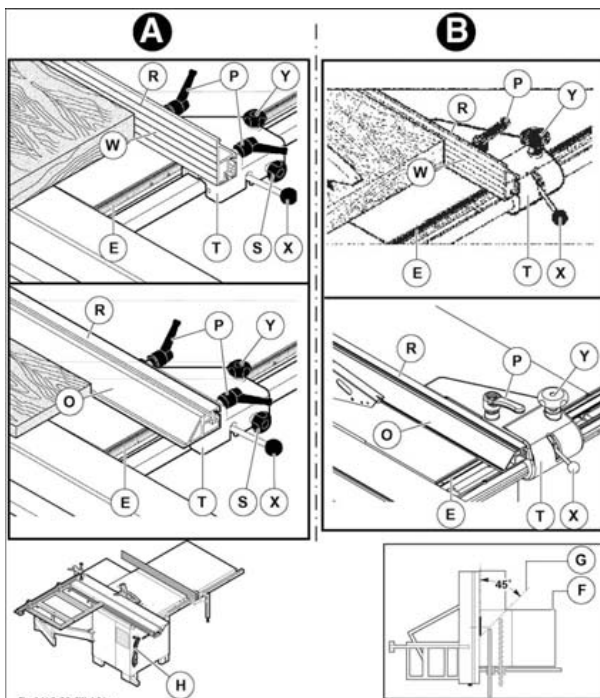

Fig. 7.14-2. SC_3W_1-4.jpg Fig. 7.14-2
La riga (R fig. 7.14-2) può scorrere longitudinalmente dopo aver sbloccato le maniglie (P fig. 7.14-2); al termine di ogni posizionamento serrare le maniglie.
l'estremità anteriore della riga non dovrà mai sporgere dall'estremità del piano sul lato (F fig. 7.14.2), ma deve arrivare ad una linea immaginaria (G fig. 7.14.2) che inizia dal primo dente della lama e scivola avanti di 45°. Questo per evitare che i denti in salita della sega afferrino il pezzo e lo lancino contro l'operatore.
La riga (R fig. 7.14-2) può assumere 2 posizioni dopo aver allentato le maniglie (P fig. 7.14-2).
- 1) Posizione verticale con il lato (W fig. 7.14-2) rivolto verso il pezzo.
- 2) Posizione orizzontale (O fig. 7.14-2) per tagli di pezzi sottili e tagli inclinati.
questa posizione permette di aver spazio per poter fare avanzare il legno usando lo spingilegno (H fig. 7.14-2) in dotazione alla macchina.
- 3) Al termine di ogni posizionamento serrare le maniglie (P fig. 7.14-2).
- Allentare la leva (X fig. 7.14-2) e il pomello (S fig. 7.14-2);
- far scorrere manualmente il gruppo guida (T fig. 7.14-2) facendo riferimento alla riga metrica (E fig. 7.14-2).
- bloccare il pomello (S fig. 7.14-2);
- agire sul pomello (Y fig. 7.14-2) per regolare micrometricamente la guida;
- serrare la leva (X fig. 7.14-2) a registrazione avvenuta.
- Allentare la leva (X fig. 7.14-2);
- spingendo il pomello (Y fig. 7.14-2) e ruotandolo.
- Serrare la leva (X fig. 7.14-2) a registrazione avvenuta.